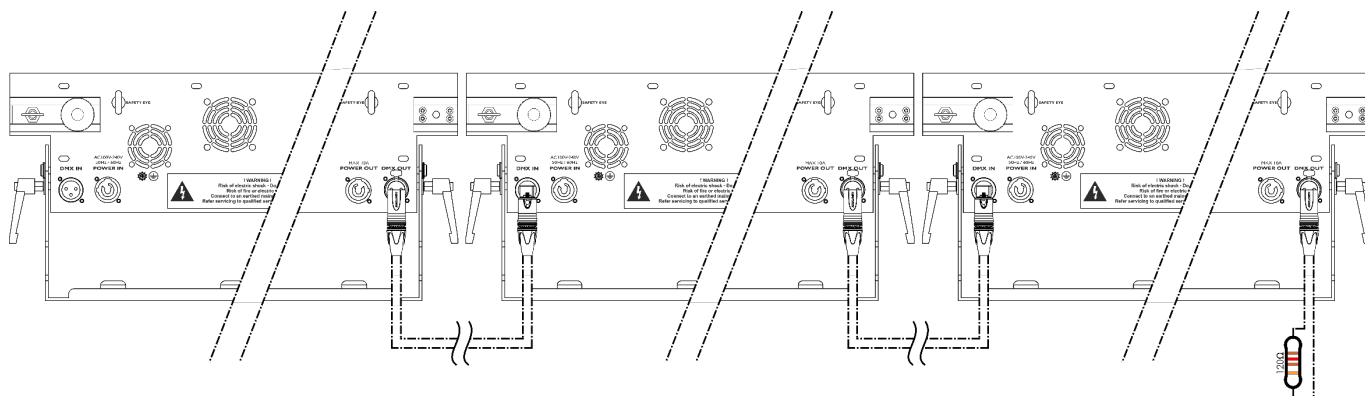

Fig. 17
- 02) Ripetere il punto 1 per collegare tutti i dispositivi come mostrato nella Fig. 17.